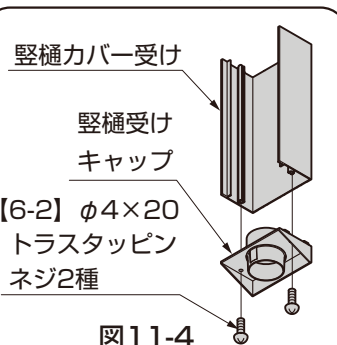

図11-4
- ②アタッチメントパッキンを雨樋アタッチメントに貼付けて樋に [6-1] で取付けてください。
- ③雨樋ジョイナーを雨樋アタッチメントに取付けてください。
- ④縦樋受けキャップを縦樋カバー受けの切欠きのない側に [6-2] で取付けてください。(図11-4参照)
- ⑤縦樋の長さをH24の場合は2199mmに、H29の場合は2654mmに切断してください。
- ⑥縦樋を縦樋受けキャップに差し込んだ状態で、縦樋カバー受けを柱に当ててください。
- ⑦縦樋カバー受けを樋下面に突き当て、縦樋と雨樋ジョイナーを結合させてください。
- ⑧ドリルで柱に $\phi 3.2$ の下穴をあけ、[6-1] で縦樋カバー受けを柱に取付けてください。
- ⑨フレームカバーの切欠きのある側を上にして、縦樋カバー受けにはめ込んでください。